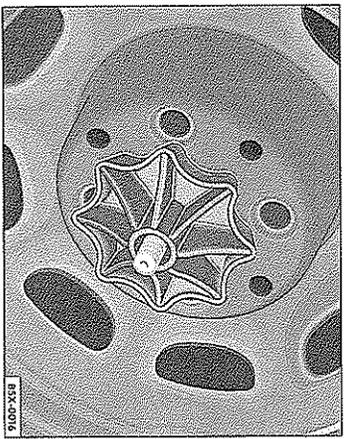
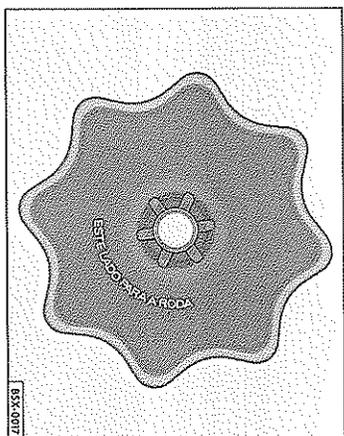

Fig. 7 La rueda de repuesto ubicada detrás del asiento del acompañante
Fig. 8 Detalle del montaje correcto del fijador de la rueda de repuesto
- Suelte algunas vueltas del fijador ⇒ fig. 7 accediendo a él por la parte inferior de la cubierta.
- Suelte la rueda de repuesto girando el fijador ⇒ fig. 7 en el sentido antihorario.
- El fijador ⇒ fig. 7 tiene una posición de montaje, que debe seguirse al fijar la rueda de repuesto en el soporte. El fijador posee la inscripción "ESTE LADO PARA LA RUEDA" ⇒ fig. 8, para indicar su correcta colocación.